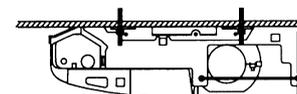

Abb. 3-24
- (c) Die zwei Sechskantmutter auf jede Aufhängezugstange befestigt, in dem man die Einheit in die Lage befestigt (Abb. 3-24).